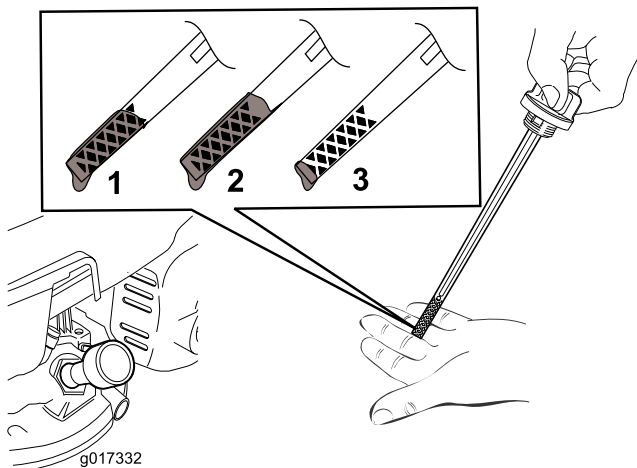

Figure 21
**Remarque:** Versez de l'huile dans le carter moteur jusqu'à ce que la jauge indique le niveau correct, comme montré à la (Figure 21). Si vous remplissez excessivement le carter moteur, vidangez l'excédent d'huile comme expliqué sous 5.